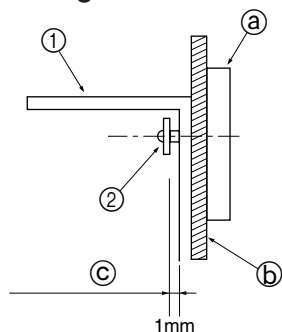

Fig. 3-4
- Сначала прикрепите крепежный кронштейн к стене, и затем затяните винт таким образом, чтобы кронштейн мог плавно передвигаться вверх или вниз. (Fig. 3-4)